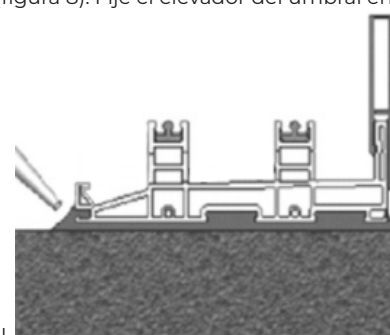

Figura 11
10. **Verifique** que el marco siga aplomado dentro de la apertura y, a continuación, selle el perímetro exterior del marco (incluido el gancho tipo P, si corresponde) y todos los tornillos, incluidas todas las uniones y esquinas (figura 11).